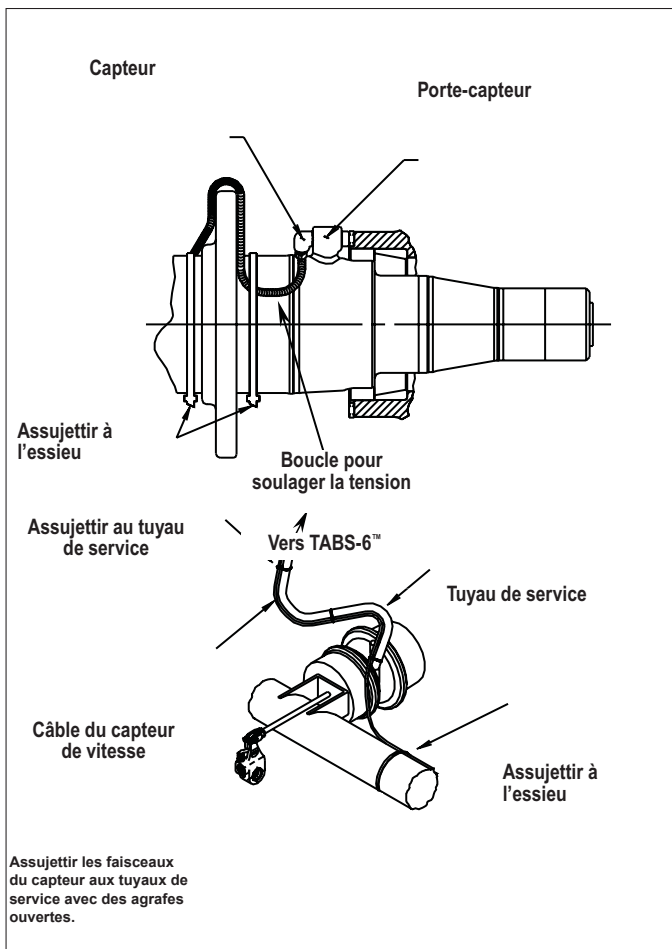

FIGURE 7 – ACHEMINEMENT ET MAINTIEN DU CÂBLE DE CAPTEUR
3. Insérer délicatement (NE PAS FRAPPER) le capteur à bloc dans le porte-capteur pour le faire reposer contre la face de la couronne d'impulsion. Fixer le câble du capteur à l'essieu/la fusée d'essieu à 7,6 à 15,2 cm (3 à 6 po) du capteur. Cf. Figure 7.